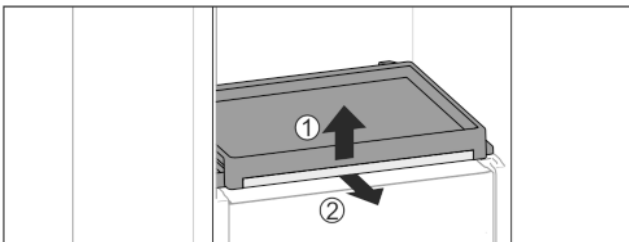

Fig. 36
- ▶ Retirar el estante extraíble con la plancha de cristal: levante ligeramente la parte delantera de la plancha de cristal Fig. 36 (1) y extráigala hacia delante Fig. 36 (2).